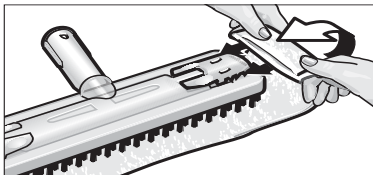

Fig. 3: Sette på gulvkluten
- Fest gulvkluten (G3) på gulvdysen (G1). Fold gulvkluten sammen på langs, og plasser gulvdysen på den. Trekk endene av gulvkluten inn under festeklemmene (G2) (se fig. 3).